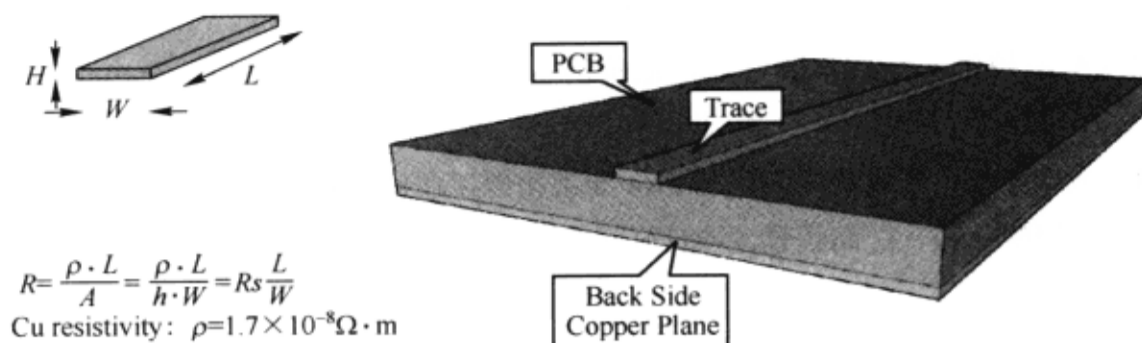

图 1-3-12 PCB 传输线的阻抗
3) PCB 传输线物理特性 在 PCB 中，铜是作为传输导体的最常用材料，传输线或连接器在电镀后，可能覆上一层金来防止腐蚀。如图 1-3-12 所示，传输线的长度  $L$  和宽度  $W$